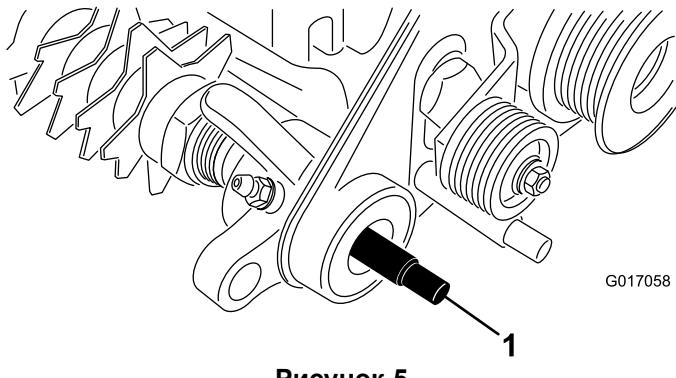

Рисунок 5
11. Нанесите консистентную смазку на уплотнения в опоре подшипника узла привода и на конец вала механической щетки **(Рисунок 5)**.
12. Вставьте шлицевой конец вала механической щетки в опору подшипника узла привода **(Рисунок 5)**.